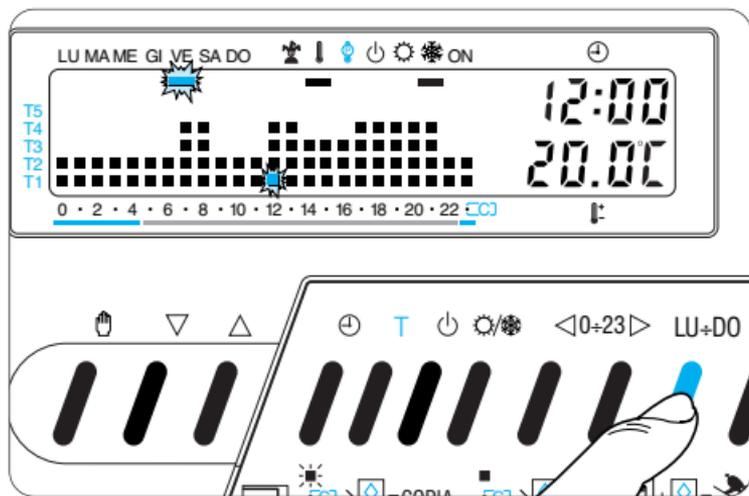

Fig. 43
**11.6** - Tramite il pulsante LU ÷ DO portare l'indicatore in corrispondenza del giorno prescelto (fig. 43).